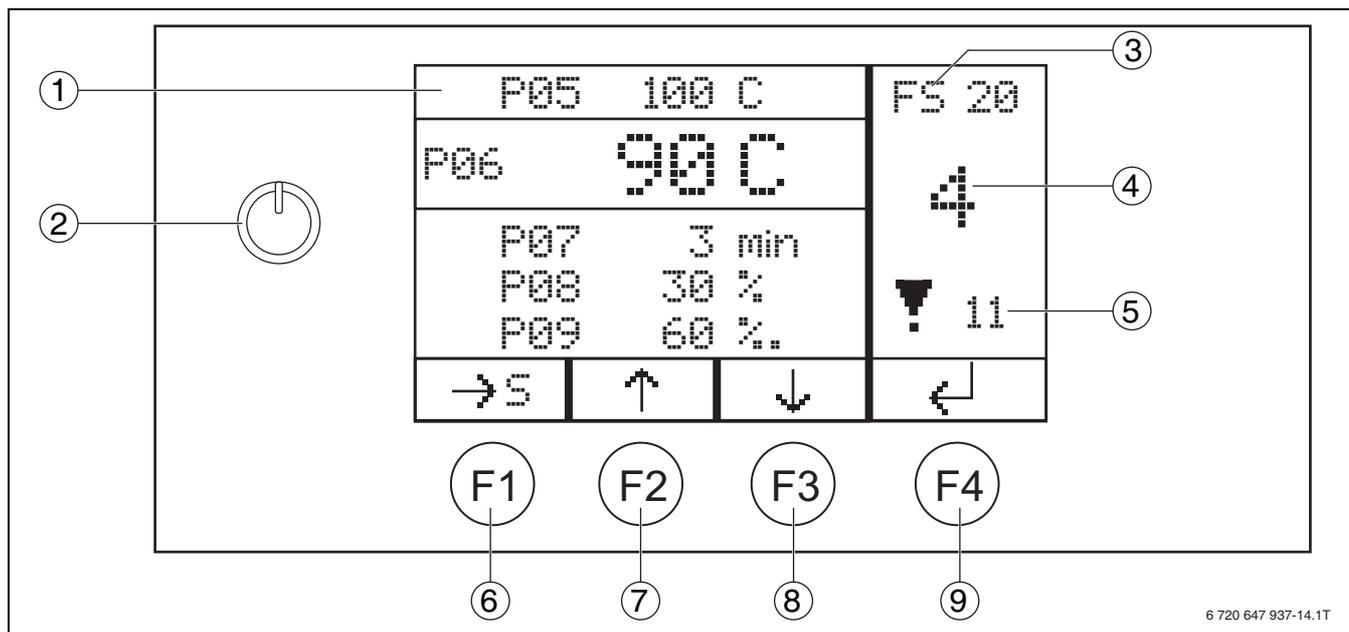

Fig. 9 Panoramica degli elementi di comando
- ▶ Attivare l'interruttore principale [2] e il regolatore (→ fig. 9, [2], pag. 20).
Lo stato della caldaia viene visualizzato sul lato destro del display della caldaia (→ fig. 9, [4], pag. 20).